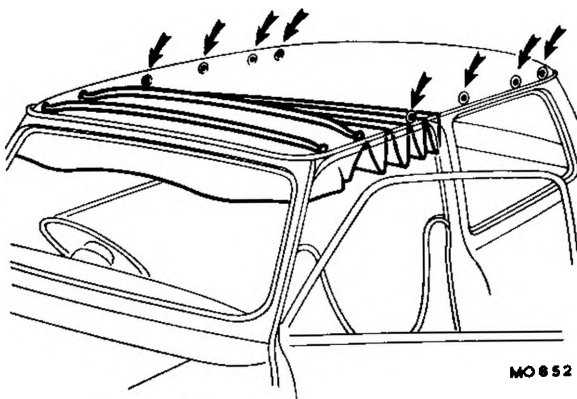

Fig. Rb.9
- (11) Distendere il rivestimento ed applicare uno strato d'adesivo Dunlop (S914 o S1022) 10 cm largo lungo tutti i bordi.
- (12) Applicare uno strato del medesimo adesivo anche sulle flangiature cui va incollato il rivestimento.
- (13) Introdurre le estremità delle centine nelle bussole di plastica, cominciando da quella più vicina al parabrezza (Ved. Fig. Rb.9).
- (14) Stirare il rivestimento verso la coda della vettura e, tenendolo ben teso, incollarlo sulla flangiatura di contorno del parabrezza e del lunotto e quindi, simultaneamente, sulla flangiatura del padiglione.
- (15) Per ultimo, incollare il rivestimento